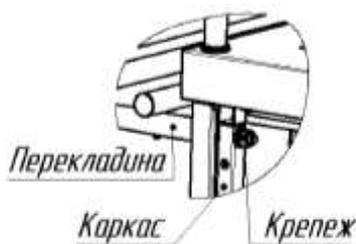

Рис. 4. Установка перекладины.
- установить перекладины резьбовыми осями в отверстия на фронтальной стороне изделия так, чтобы монтажные отверстия поперечин «смотрели» вверх, и закрепить их с помощью комплекта крепежа М12 на каркасе изделия (рис.4);